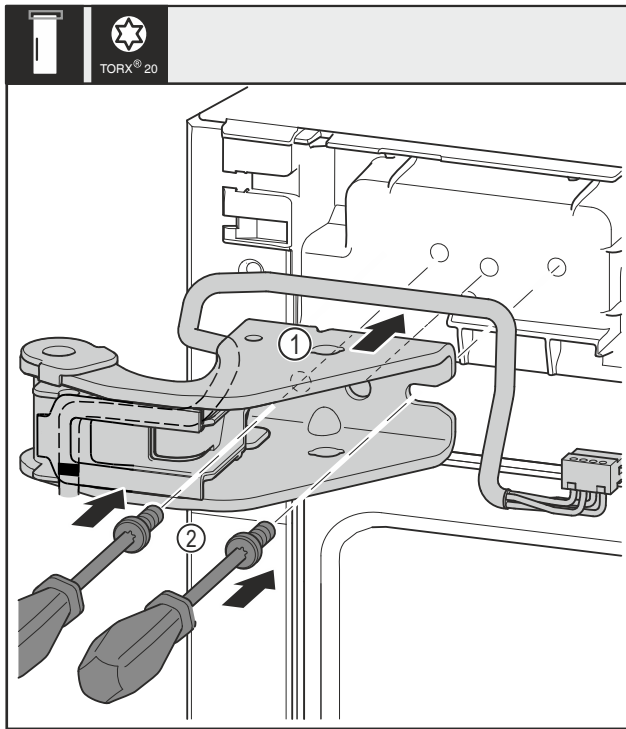

Fig. 31
- Bovenste lagerbok Fig. 31 (1) bevestigen.
- Schroeven Fig. 31 (2) met schroevendraaier plaatsen en vastdraaien.